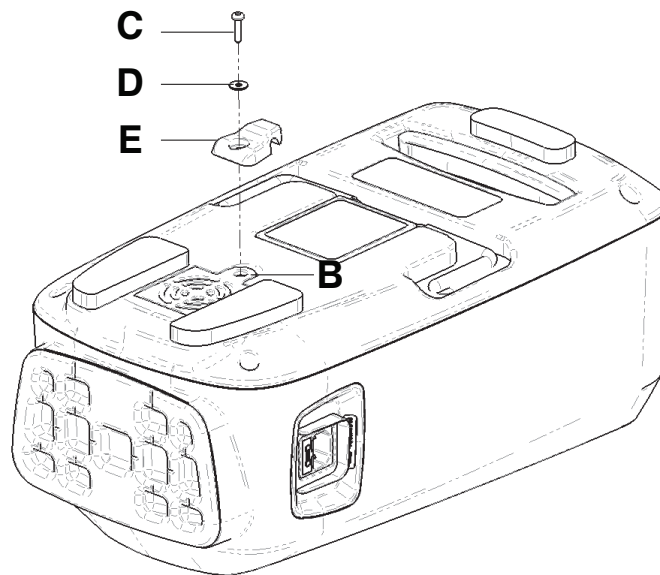

Figure 7 – Installer le clamp en P du cordon d'alimentation de la pompe
5. À l'aide d'une clé Torx T20, installer la vis delta fournie (C) (0023-162-000), la rondelle plate (D) (2941-007-002) et la poignée flexible de rétention du cordon d'alimentation (E) (2941-007-004) pour fixer la porte d'accès au filtre à air (B) au capot arrière (Figure 7).